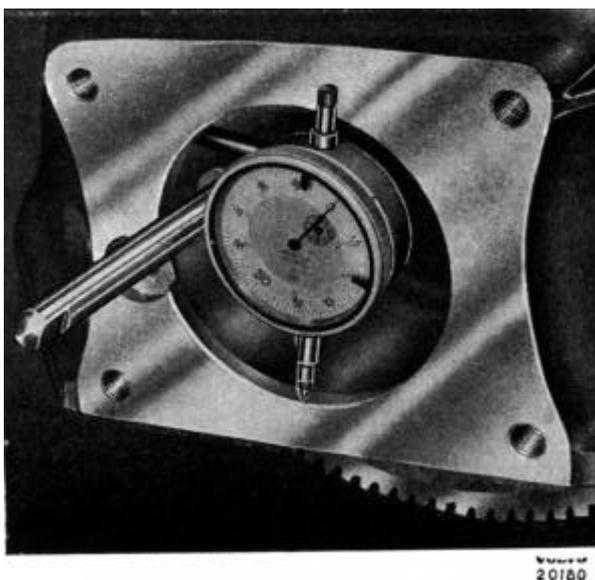

Abb. 19 Messen des Schwungradgehäuses mit der Messuhr
5. Nachprüfen, ob sich die drei Federn für die Ausrückhebel (1, Abb. 14) auf ihren Plätzen befinden, und das Kupplungsgehäuse über den sechs Druckfedern in die vorher markierte Stellung bringen (s. Abb. 19).
Die Kontrollmessung wird mit einer Messuhr vorgenommen, die am Schwungrad an einem Stativ angebracht wird. Abb. 19 zeigt die Anbringung der Messuhr beim Messen der Öffnung. Ist die Abweichung größer als zulässig, erfolgt das Einrichten des Schwungradgehäuses durch Lösen der Befestigungsschrauben und Verschieben in die richtige Lage.